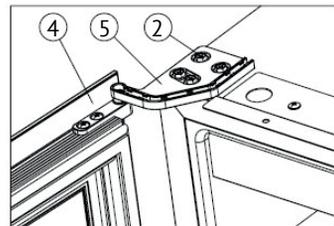

Bild 6
➔ Drehen Sie die Tür ④ um 180 Grad und setzen Sie das rechte untere Scharnier ⑤ ein, ziehen Sie die M5*16-Schrauben ② fest (Bild 6).